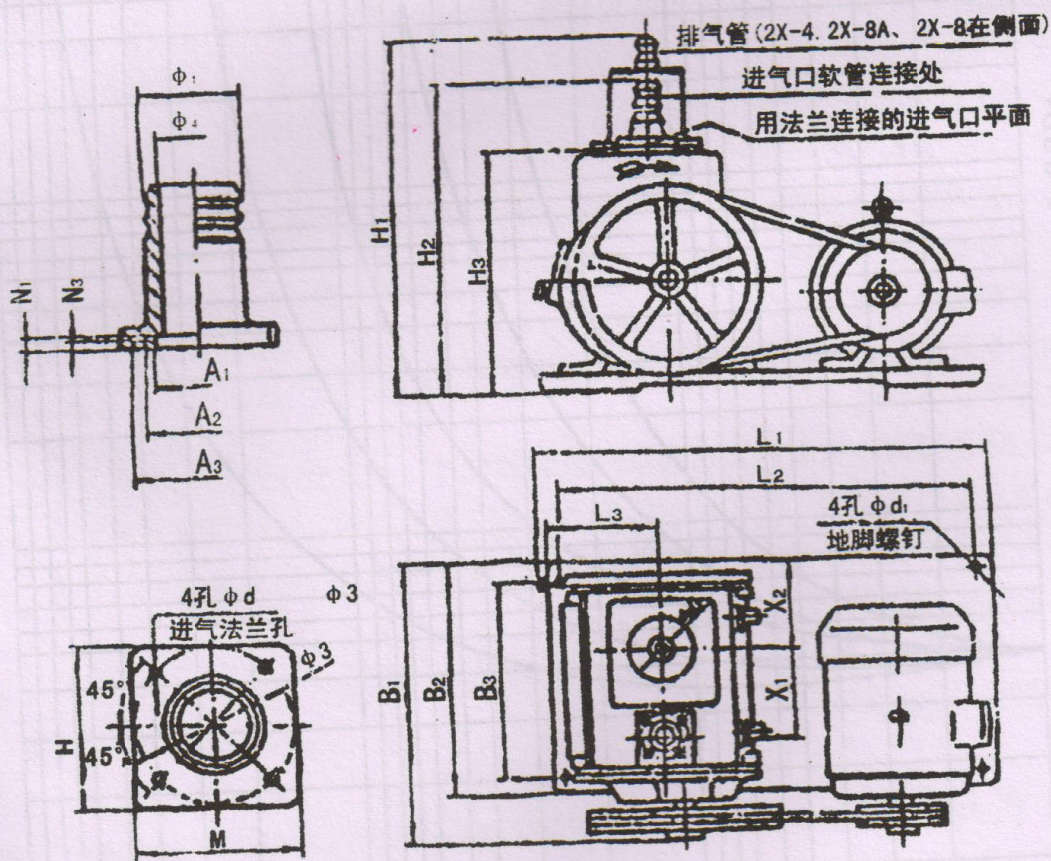

图4
真空泵的外形尺寸与重量（见图4及表2）
真空泵的连接尺寸和安装尺寸 (如图4和表3)
真空泵可以放置在坚实平坦的地面上，不需特别地基。如需固定可另加螺钉与基础固牢，地脚螺钉尺寸(如图4及表3)。如靠近精密仪表使用时，应考虑增加防震装置。
4.1.3 将被抽容器用真空软管或法兰与泵体相连接，如用法兰连接时，法兰上应有橡胶圈槽，形式及尺寸(见图4表3)。